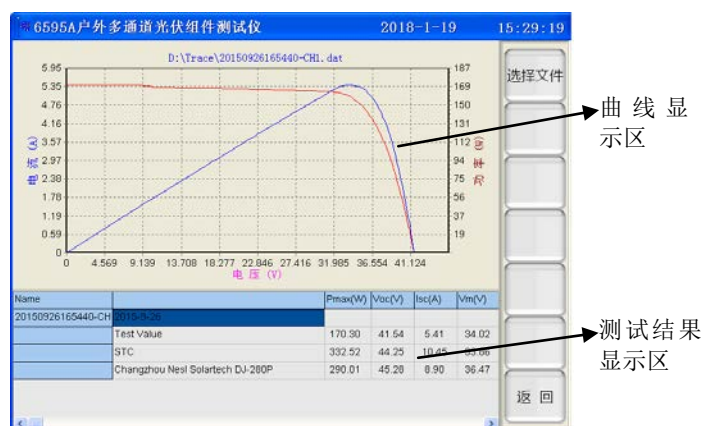

图 5-16 IV 测试曲线文件读取示意图
- **【读取】**：按下此菜单项对应的按键，则将读取当前文件列表中光标条选中的文件，将文件中保存的测试曲线和测试结果显示在界面上，同时返回到文件读取的主页面，如图 5-16 所示。